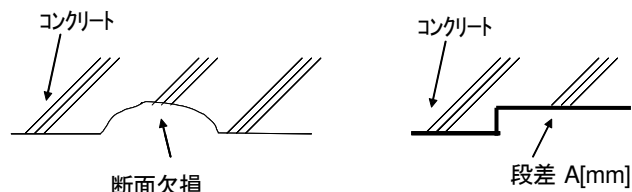

図 3-1 施工前に修正必要な箇所
- 欠損部、型枠の段差（図 3-1）は事前補修対象とする。脆弱層除去や欠損面が小規模の場合は、不陸調整として、下地調整材ダイナライト不陸調整用を使用し、下記（不陸調整・段差修正工）に示す方法で処理する。また、欠損部が大きい場合は事前にポリマーセメントモルタル（例えば RIS322 エース）等を充填して仕上げる。